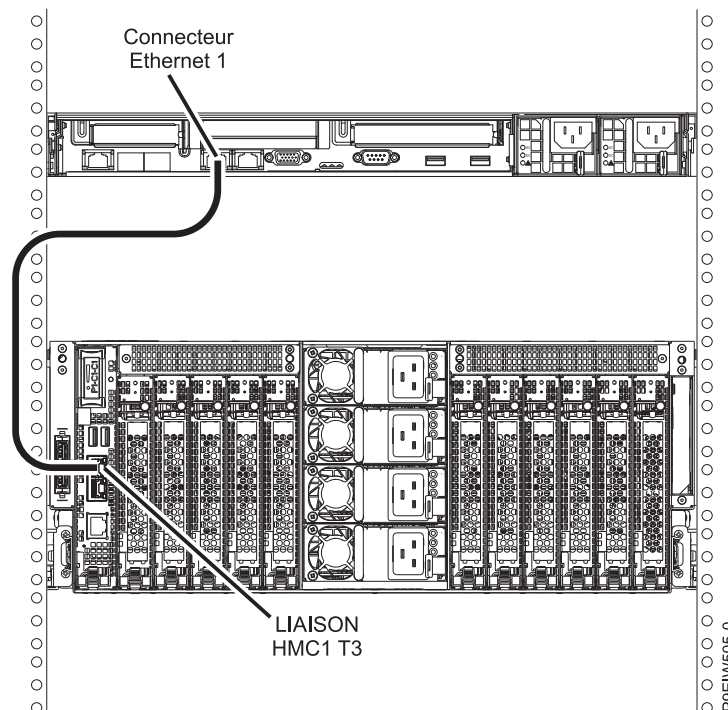

Figure 26. Connexion directe de la console HMC au système géré
1. Si vous souhaitez connecter directement la console HMC au système géré, reliez le **connecteur Ethernet 1** de la console HMC au port **HMC1 (T3)** du système géré, comme illustré à la figure 26